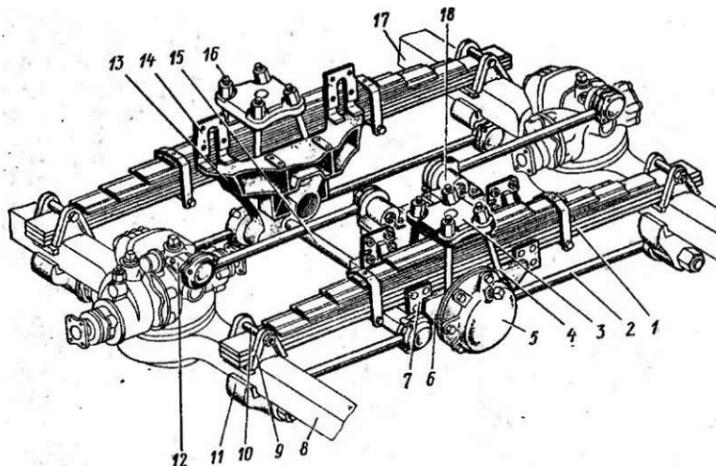
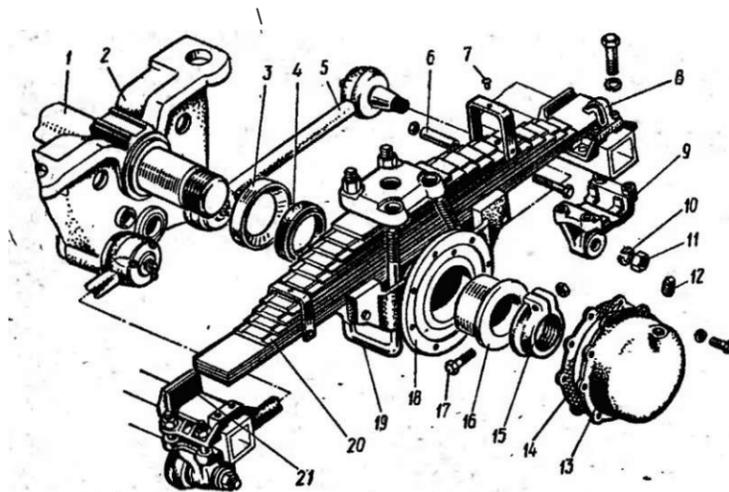

Рис. 83- Задняя подвеска автомобилей моделей 5320, 5410 и 55102:
Рис. 84. Задняя подвеска автомобилей моделей 53212, 54112, 5511:
**Задняя подвеска автомобилей моделей 5320, 541.0, 55102** (рис. 83) балансирующая, на двух продольных полуэллиптических рессорах. Рессоры имеют девять листов: первый — третий листы прямоугольного сечения, остальные — Т-образного. В средней части рессоры прикреплены стремянками 4 и накладками 3 к башмакам 6. Концы рессор опираются на опоры 9. При прогибе рессор концы их скользят в опорах. При ходе мостов вниз рессоры удерживаются в опорах пальцами 10. Для ограничения хода мостов вверх и смягчения их ударов о раму на лонжеронах установлены буфера.
**Задняя подвеска автомобилей моделей 5511, 53212 и 54112** (рис. 84), в отличие от задней подвески, изображенной на рис. 83, имеет балансирное устройство с одной осью 1, запрессованной в кронштейн 2 балансира. Для крепления рессоры на башмаке 19 применяются усиленные стремянки 19 диаметром 30 мм. Рессора состоит из четырнадцати листов: первый — третий и четырнадцатый — лтсты — прямоугольного сечения, остальные — Т-образного сечения. **Опоры 21** рессоры и нижние реактивные рычаги 9 для повышения ремонтоспособности выполнены съемными и фиксируются на мостах установочными пластинами, а закрепляются шпильками. Для ограничения хода мостов вниз на опорах установлены ограничители 8 качания мостов.